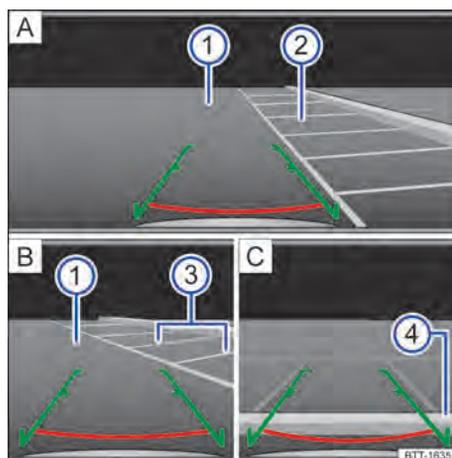

Fig. 128 Exibição do display do sistema Infotainment: estacionar com a câmera de marcha a ré.
Legenda para → Fig. 128:
- Posicionar o veículo em frente à vaga de estacionamento → Fig. 128 **A** **2**.
- Conduzir lentamente em marcha a ré e dirigir de modo que as linhas laterais verdes levem para dentro da vaga. As linhas verdes precisam coincidir com as linhas limitrofes laterais da vaga → Fig. 128 **B** **3**.
- Parar quando a linha vermelha horizontal alcançar o limite traseiro → Fig. 128 **C** **4**.